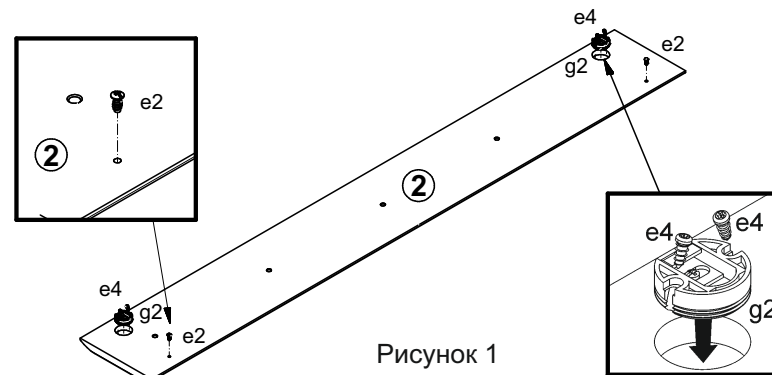

Рисунок 1
2. В отверстия Ø35 мм на задней поверхности детали 2 вставить кронштейны для навешивания g2 и закрепить их еврошурупами e4 пользуясь крестообразной отверткой (см.рис.1).
3. В отверстия Ø5 мм на задней поверхности детали 2 вкрутить еврошурупы e2 (см.рис.1).